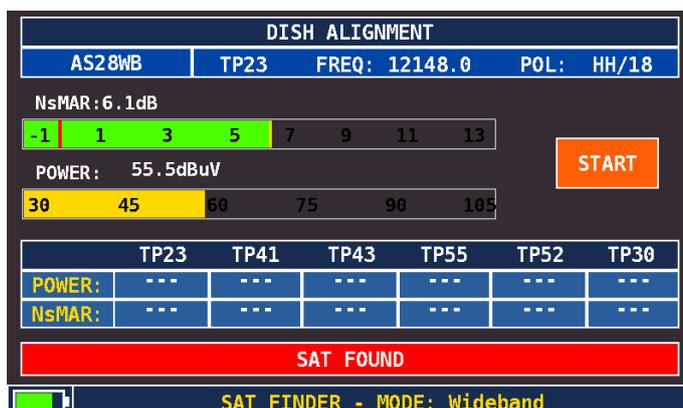

fig. 9.2 Sat found – satellite trovato
8. Quando il satellite viene individuato, il BUZZER segnalerà questo nuovo stato emettendo 3 BEEP e mostrando la scritta "**SAT FOUND**" (satellite trovato) (fig 9.2),
11. Quando si è ottenuto il puntamento massimo, selezionare l'opzione "START" sul display (rif. fig. 9.2), lo strumento avvierà automaticamente il test di 6 transponder per la conferma del corretto puntamento,